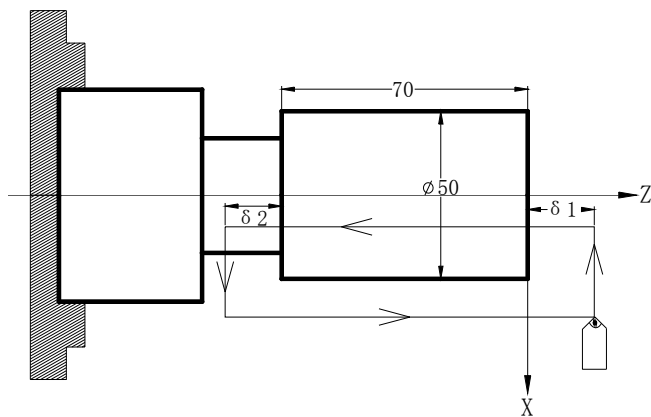

图 2-24
- 在螺纹切削开始及结束部分，一般由于升降速的原因，会出现导程不正确部分，考虑此因素影响，指令螺纹长度比需要的螺纹长度要长，如图2-24。
实例1：用G32指令编写图2-24程序，螺纹导程：4mm。